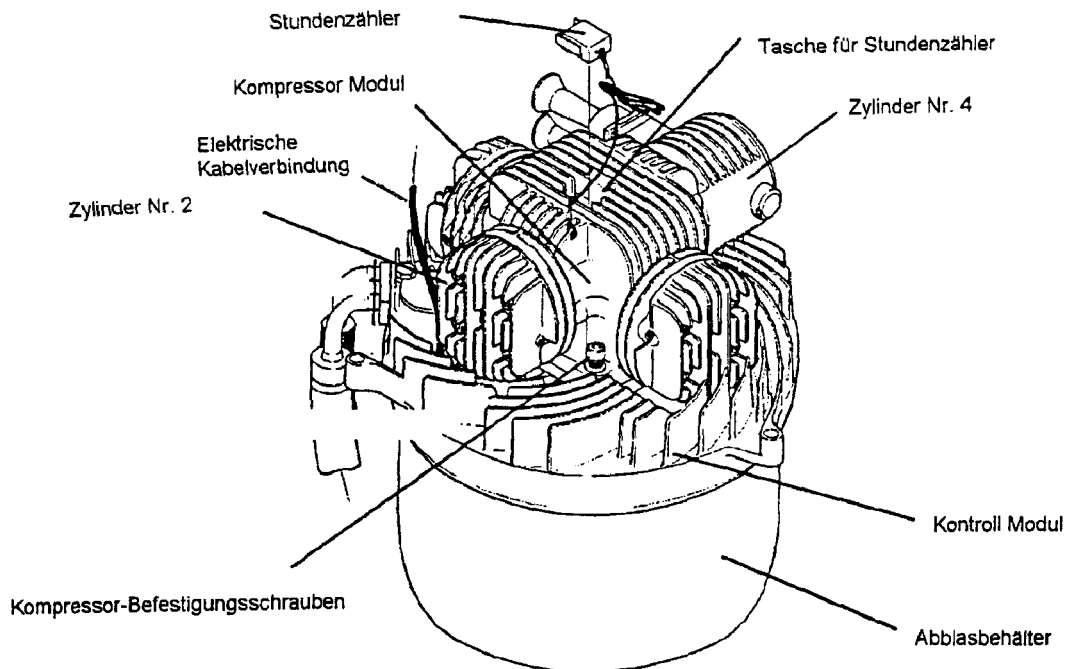

Bild 8 Kontrollmodul
- Einlegen des Stundenzählers in die dafür vorgesehene Tasche am Kompressor Modul (Bild 8)
- Das Kompressor Modul sorgfältig herausziehen (Bild 8)